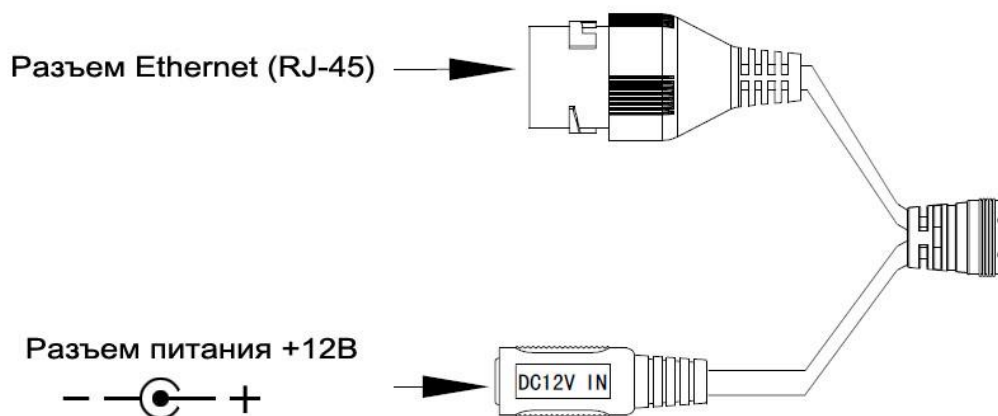

Рисунок 5.2
5.5 Подключите соединительные провода (разъемы) в соответствии со схемой внешних подключений (рис.5.2) и соблюдением полярности. Неверное соединение может привести к повреждению и/или неправильному функционированию оборудования.